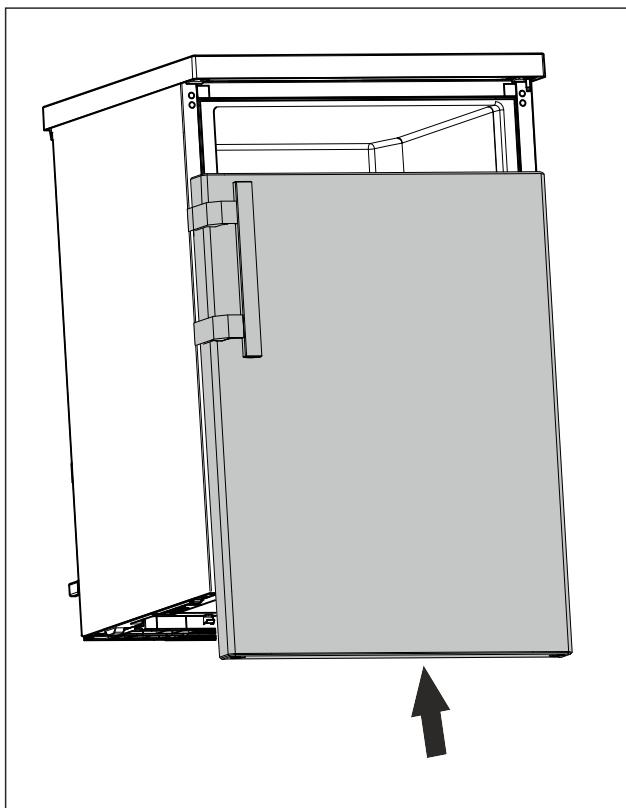

Fig. 23
- Futni derën në gjendje të mbyllur në bulonin e sipërm. (shihni Fig. 23)